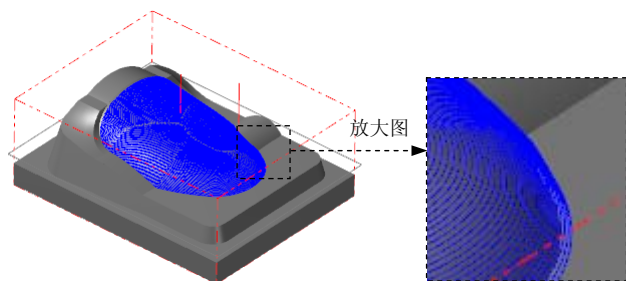

图 17.21 刀具路径
Step7. 单击“曲面精加工环绕等距”对话框中的 按钮, 此时系统将自动生成图 17.21 所示的刀具路径。